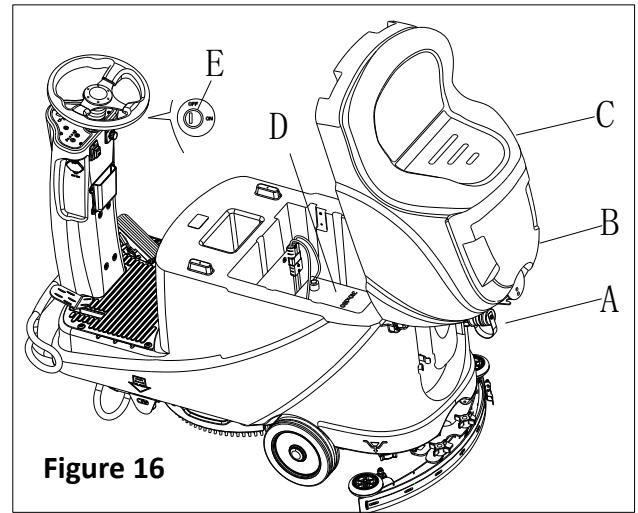

Figure 16
1. Ouvrir le couvercle du réservoir de récupération (B, Figure 16) pour vérifier si le réservoir de récupération (C) est vide, ou vider le réservoir de récupération par le tuyau de vidange (A).
- Vérifier le niveau d'électrolyte des éléments de batteries (D), le cas échéant, ouvrir le couvercle pour remplir complètement de l'électrolyte et puis remettre le couvercle.